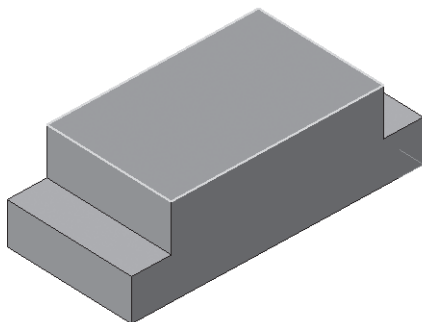

Рис. 158
- щелчком ЛКМ укажите верхнюю грань (зеленая) для последующих построений (рис. 158);